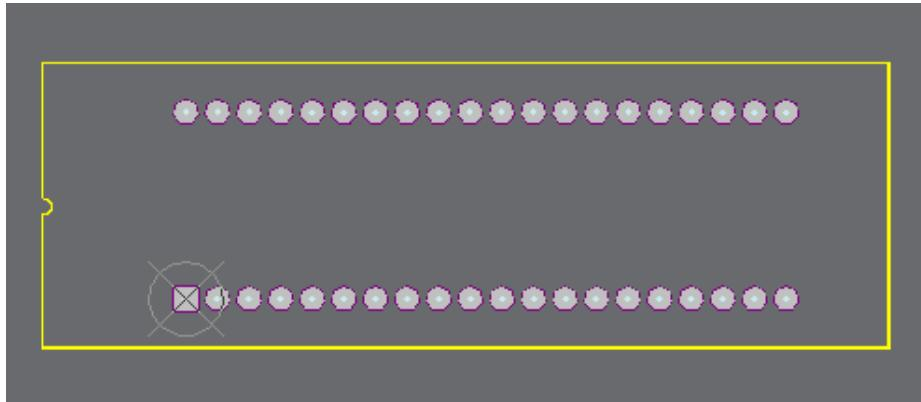

图 6-6.48 修改完成的单片机插座封装图
**Step13:** 依次对所有外形进行修改，修改后的封装如图 6-6.48 所示。